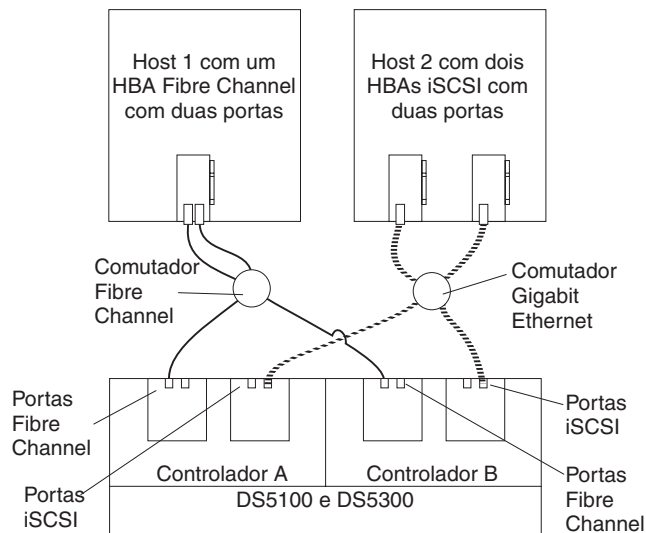

Figura 85. Exemplo de configuração de hosts iSCSI e Fibre Channel com múltiplas portas
- Configuração de hosts iSCSI e Fibre Channel com múltiplas portas, como mostrada na Figura 85 na página 126
A Figura 85 mostra hosts iSCSI e Fibre Channel em uma configuração com múltiplas portas.